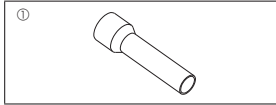

Fig. 1-1
1.5. Accessoires de l'appareil extérieur (Fig. 1-1) (SW160, 200)